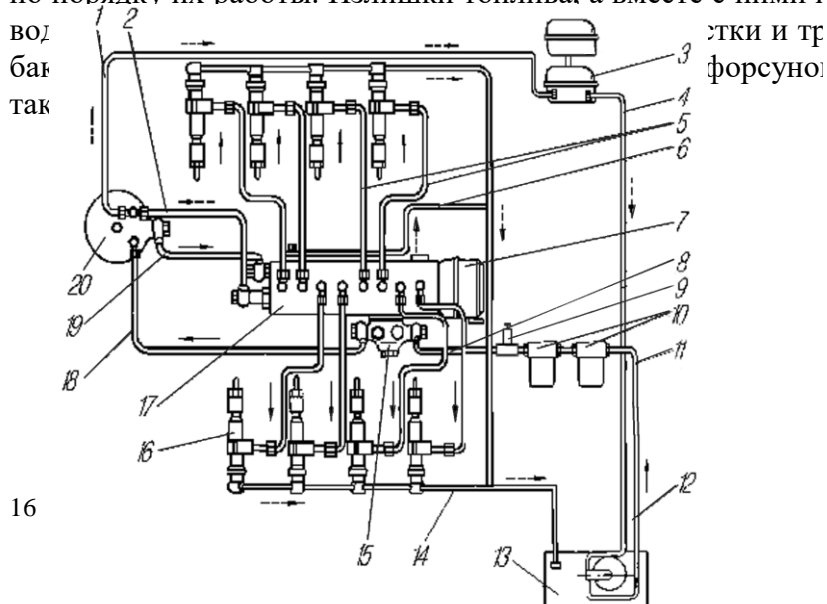

Рис. 13. Схема системы питания:
**Система питания двигателя топливом.** Топливо из топливного бака 13 (рис. 13) засасывается топливоподкачивающим насосом 15 и через фильтры грубой 10 и тонкой 20 очистки поступает к топливному насосу высокого давления 17, который подает топливо по трубкам 5 к форсункам 16. Форсунки впрыскивают топливо в цилиндры двигателя, согласно порядку их работы. Излишки топлива, а вместе с ними и вода, так